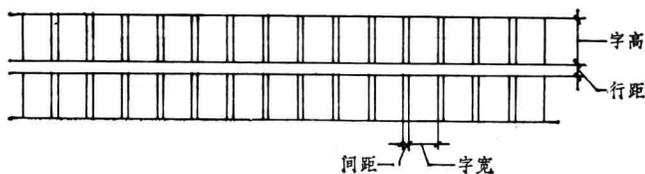

图 1-21
1. 字体格式：为了保持字体长宽整齐，书写时应先打好字格。字格高宽比例，一般为3:2，为了使字行清楚，行距应大于字距（图1-21）。字体的号数即字体的高度（单位为毫米），分为20、14、10、7、5、3.5、2.5，但图纸中常用的为10、7、5三种，一般以不小于4毫米为宜。